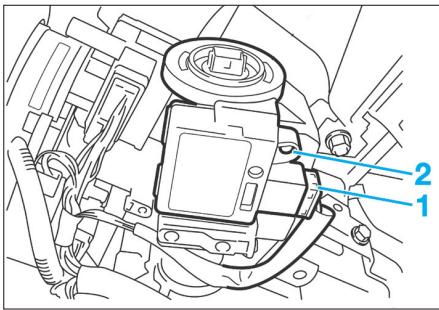

FIG. 7
- Débrancher le connecteur (1) et déposer la vis de maintien du transpondeur (2)(Fig.7).